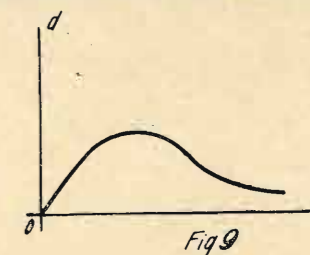

Fig 9
tata nella fig. 9; collocando il sommo di questa curva in mezzo alla banda da ricevere, ci si avvicina a condizioni di funzionamento ideali. Si può farlo determinando i valori di C1 e di r (1).